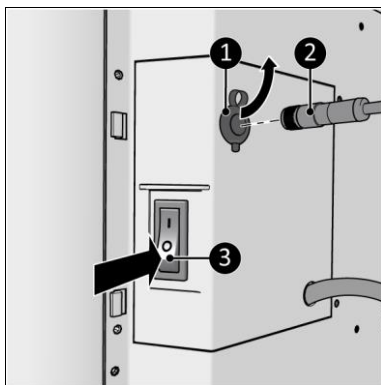

Figure 13
1. Assurez-vous que l'interrupteur ON/OFF est en position OFF (Figure 13, pos. 3)
2. Branchez le connecteur du capteur de température (Figure 13, pos. 2) sur la prise du capteur (Figure 13, pos. 1).